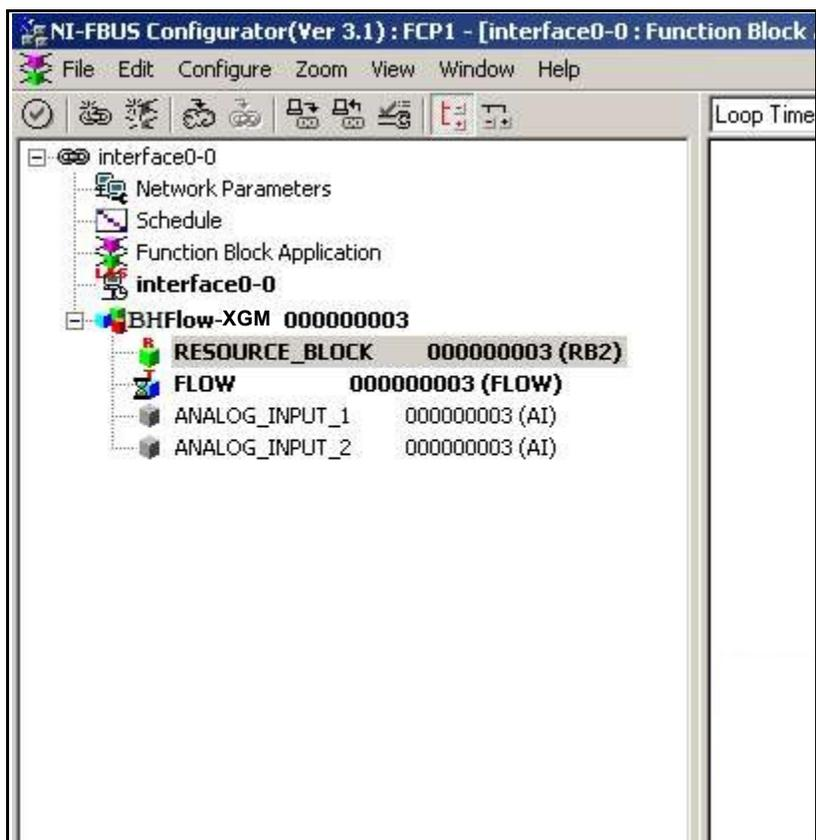

Figure 59: exemple de paramétrage à l'aide de Configuration Utility
Le texte qui suit illustre un *exemple* de paramétrage à l'aide de l'utilitaire Configuration Utility version 3.1 de National Instruments. La *Figure 59* ci-dessous illustre Configuration Utility avec un débitmètre installé en réseau (BHFlow-XGF).
1. Double-cliquez sur le bloc AI pour lequel vous souhaitez définir les unités (ANALOG_INPUT_1 ou ANALOG_INPUT_2, dans l'arborescence sous BHFlow-XGF ; voir *Figure 59* à la page 116).
1. Double-cliquez sur le bloc transducteur FLOW (dans l'arborescence, sous BHFlow-XGF, voir Figure 59 à la page 116).